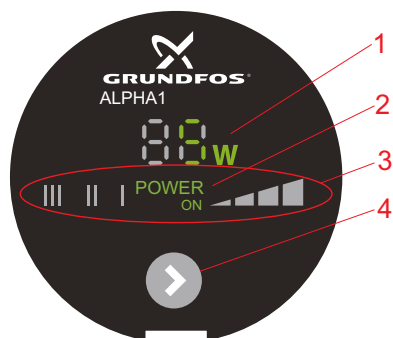

Fig. 8 Panneau de commande du GRUNDFOS ALPHA1
L'affichage (fig. 8, pos. 1) est allumé lorsque l'appareil est sous tension.
La barre lumineuse "POWER ON" (fig. 8, pos. 2) est allumée lorsque l'appareil est sous tension.
Le circulateur a sept réglages en option qui peuvent être sélectionnés à l'aide du bouton. Voir fig. 8, pos. 4.
À chaque pression du bouton (fig. 8, pos. 5), le réglage du circulateur est modifié.